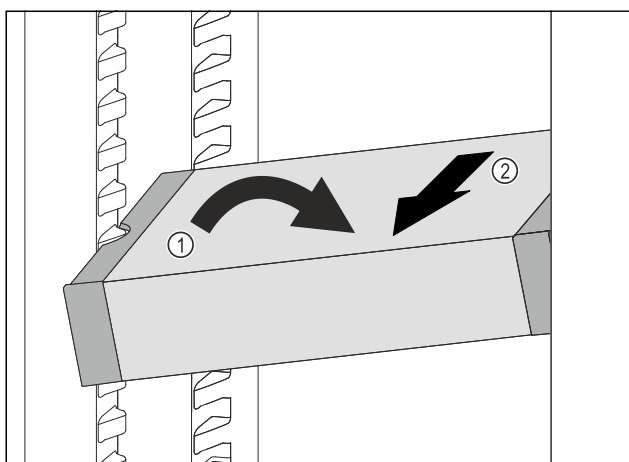

Fig. 177
- ▶ Встановити VarioSafe під кутом в охолоджувальному відділенні. Fig. 177 (1)
- ▶ Витягнути VarioSafe вперед. Fig. 177 (2)